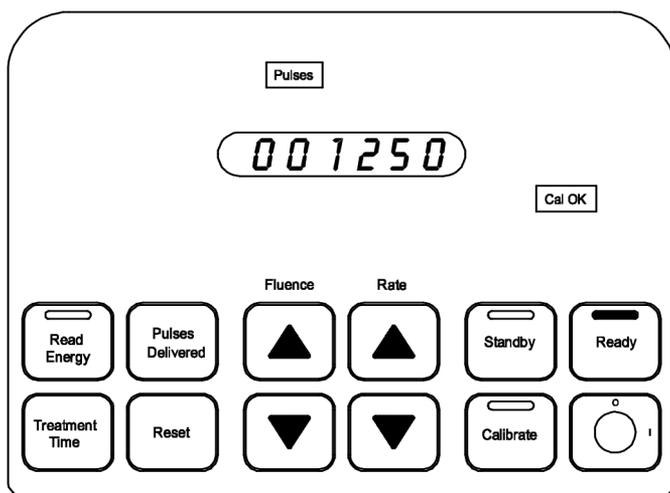

Figura 12
9. Durante l'emissione della radiazione laser da parte del sistema laser a eccimeri, viene calcolato il numero di impulsi erogati nel corso di una procedura. Per rilevare il numero totale di impulsi erogati, arrestare l'emissione della radiazione laser e premere il pulsante **Impulsi erogati**. Il conteggio viene visualizzato nella finestra del display. (Figura 12)